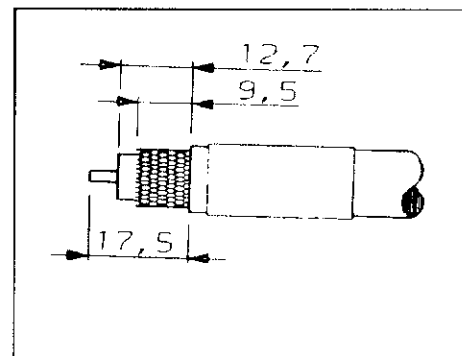

FIG.2
- Glisser la Ferrule sur le câble et dénuder celui-ci selon la Fig. 2.